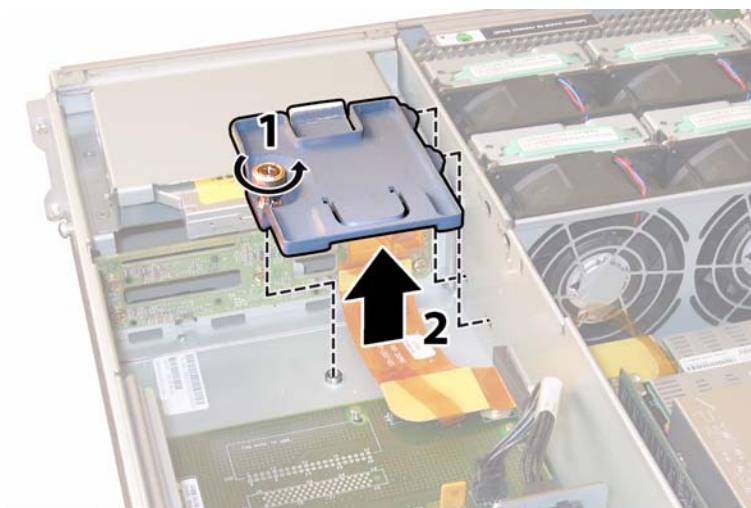

图 4-60 拆卸软线缆固定架
7. 旋下固定软线缆固定架的弹簧指旋螺丝，并将此固定架从机箱中卸下。请参见图 4-60。